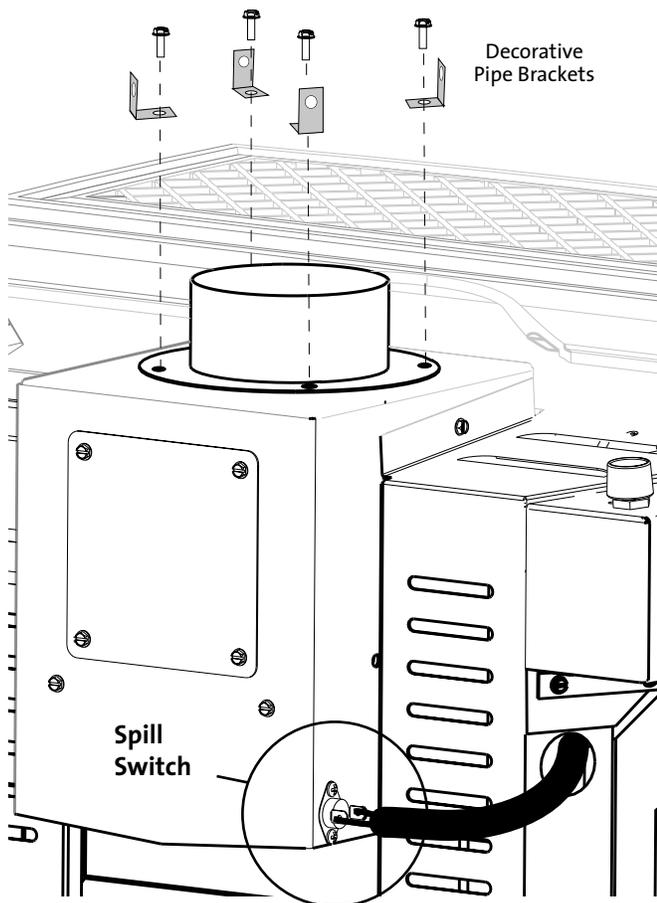

Figure 27.
1. Retirez les quatre vis à tête hex. 1/4 po retenant la buse d'évacuation de 4 po à la hotte de tirage, mais ne retirez pas la buse d'évacuation. Voir Figure 27.
NOTE : Cet appareil est muni d'un interrupteur (rupteur) anti-refoulement (ou dispositif d'arrêt anti-refoulement) qui désactivera le brûleur si le conduit d'évacuation se bouche ou que le tirage devient insuffisant. Situé sur le côté de la hotte de tirage, à l'arrière du poêle, cet interrupteur est muni d'un bouton de réarmement *Reset* qui, une fois enfoncé, réactivera le brûleur. Voir Fig. 27. Si l'interrupteur anti-refoulement éteint le brûleur à répétition, fermez l'alimentation de gaz et appelez votre détaillant ou technicien d'entretien. L'interrupteur anti-refoulement continuera d'éteindre le brûleur jusqu'à ce que le problème de tirage du conduit d'évacuation soit corrigé. Les problèmes de tirage naturel ne peuvent pas tous être corrigés car les appareils à évacuation naturelle ou BV («B!Vent») sont affectés par les conditions atmosphériques et la pressurisation à l'intérieur du bâtiment.